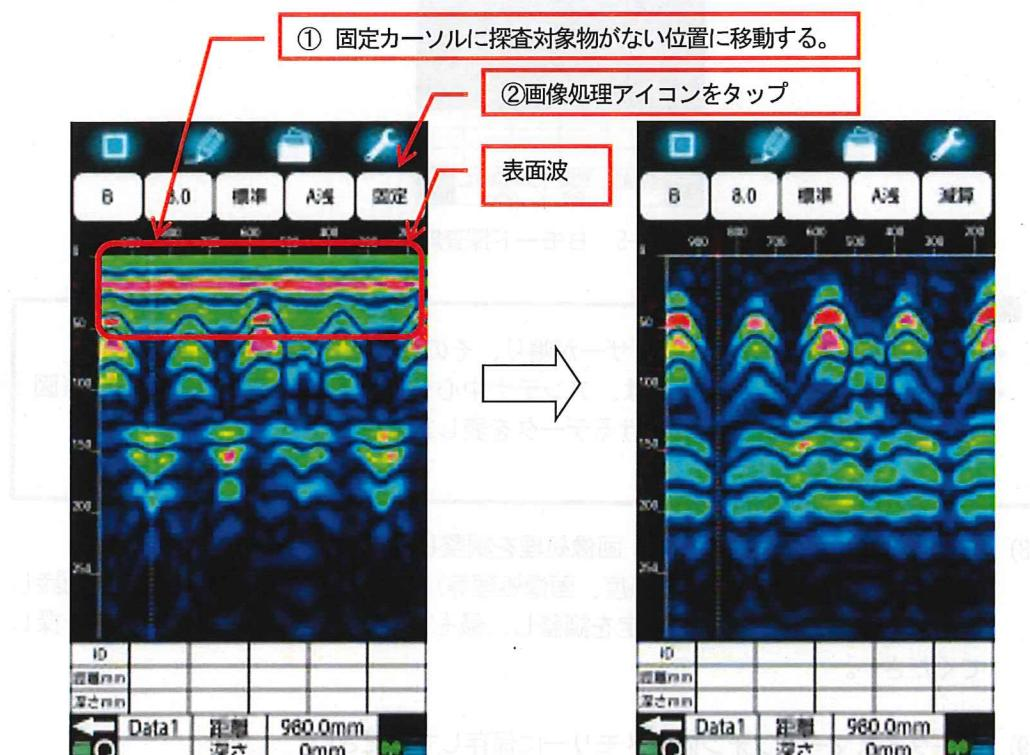

図 3-4 B モード探査結果（探査中）
- (6) 必要に応じて、リアルタイムマニュアル減算処理を行ってください。
- リアルタイムマニュアル表面波処理は、固定カーソルに探査対象物が無い位置に本装置を移動し、画像処理アイコン(4.1⑤参照)をタップします。(図 3-4参照)